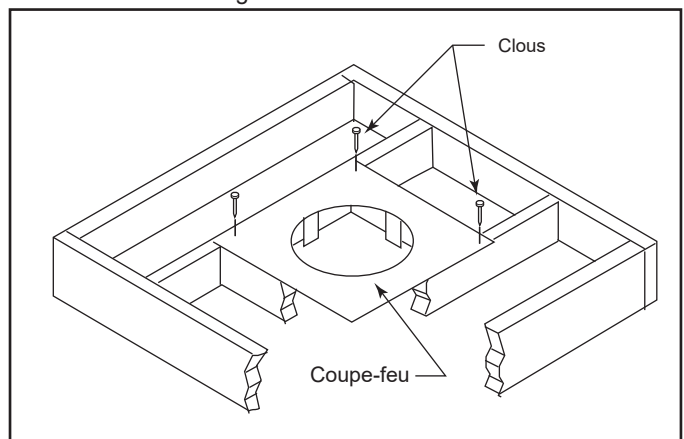

Figure 5.15 Si l'espace situé au-dessus est une pièce, installez un dispositif pare-feu au-dessus de l'ouverture encadrée comme illustré
1. Déterminez le parcours que suivra votre conduit d'évacuation vertical. Si des solives de plafond, des chevrons de toit ou d'autres éléments de charpente risquent de gêner le système d'évacuation, envisagez un dévoiement. Voir la figure 5.15 pour éviter de couper des éléments porteurs.
**Remarque :** veuillez porter une attention particulière à ces instructions d'installation concernant les dégagements requis (espaces d'air) par rapport aux matériaux combustibles lors du passage à travers les plafonds, les murs, les toits, les enceintes, les chevrons de combles, etc. Ne remplissez pas les espaces vides avec de l'isolant. Veuillez également tenir compte de la hauteur maximale du système d'évacuation et de toute restriction relative au dévoiement horizontal maximal. Les dévoiements doivent respecter les paramètres indiqués dans les figures 5.15 et 5.16.